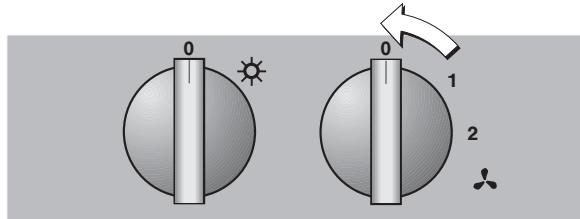

Fig. 8
- Girate la manopola di comando „Stadio di aspirazione“ sulla posizione 0 (Fig. 8).